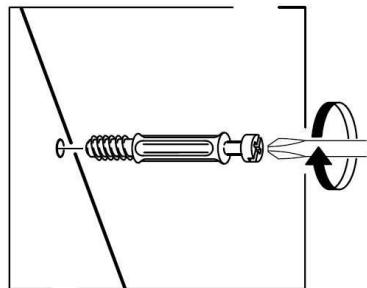
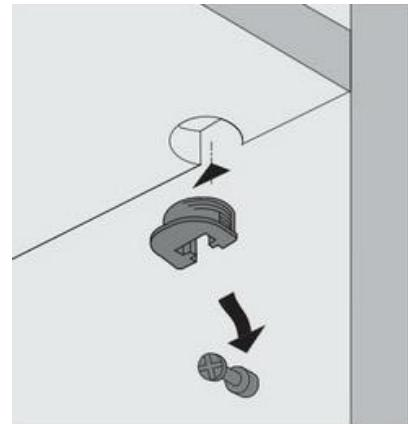

Рис. 1
Рис. 2
1. В горизонтальные щиты (20), (19), боковые стенки (17), (18) в имеющиеся отверстия установить эксцентрики таким образом, чтобы стрелка была повернута в сторону отверстия в торце.
В установленные муфты эксцентриковых стяжек на боковых стенках (17), (18), крышки (16) ввернуть дюбели DU 644, в соседние отверстия установить шканты (рис.1).
2. Установить монтажные планки петель на боковые стенки (17), (18) с помощью комплектных винтов.
3. Установить дюбели полкодержателей в требуемый ряд отверстий на боковых стенках (17) и (18). На полки (23) установить врезные полкодержатели (рис.2).